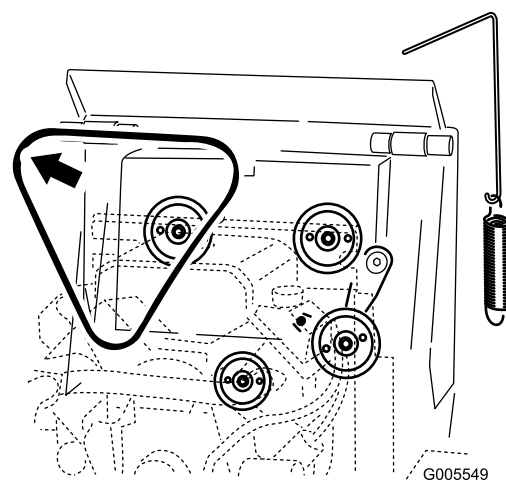

**Figura 53**
5. Rimuovete la molla della puleggia tendicinghia dal relativo gruppo (Figura 53).
7. Montate una nuova cinghia di trasmissione attorno alle 3 pulegge (Figura 53).